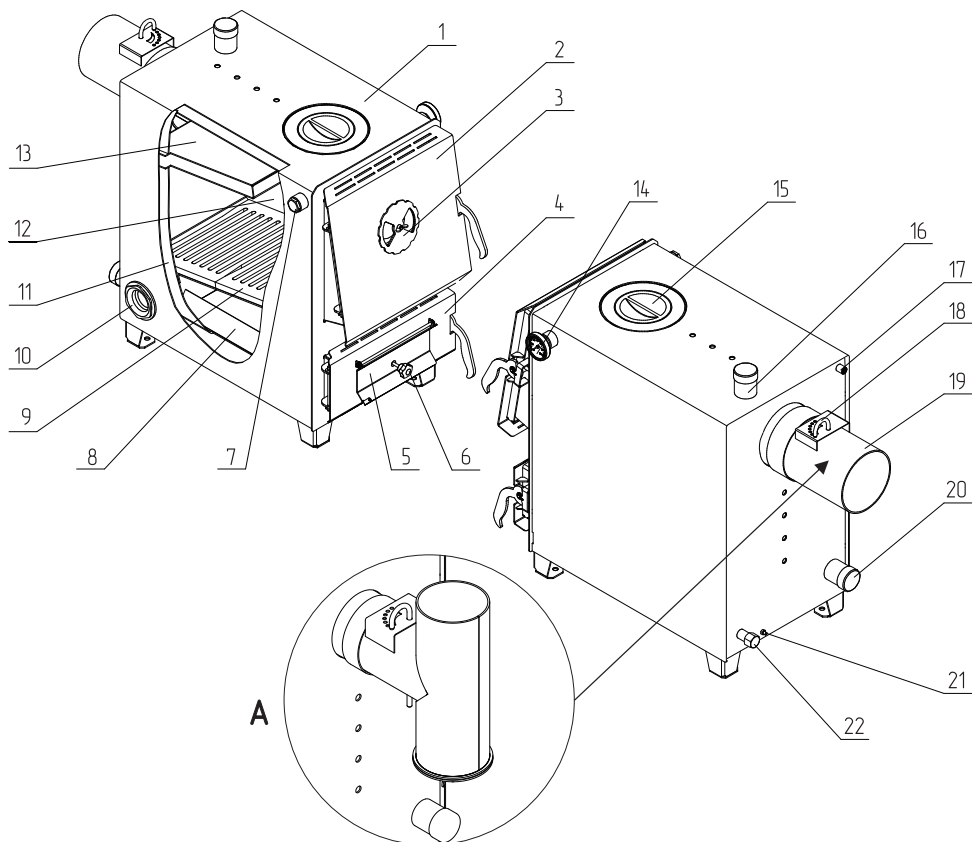

Рис.1 Устройство аппарата ZOTA Енисей
- Эксплуатировать аппарат без установленного зольного ящика (**Рис.1, поз.8**);
На правой стенке корпуса аппарата в специальное отверстие можно установить термометр (Рис.1, поз.14) для измерения температуры теплоносителя при эксплуатации аппарата.